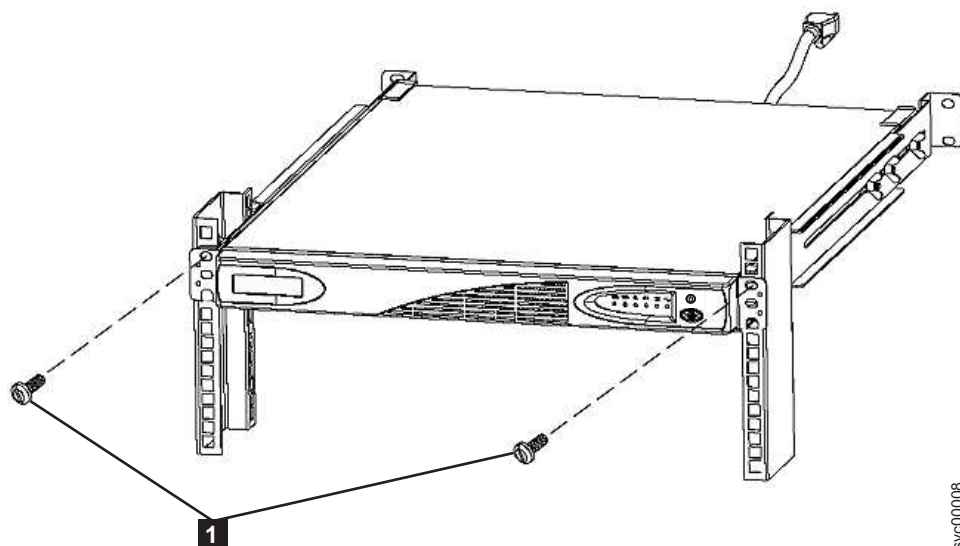

Figura 232. Removendo os parafusos frontais do 2145 UPS-1U
1. Solte e remova os dois parafusos M6 × 10 de cada lado do 2145 UPS-1U (1 em Figura 232 na página 281).